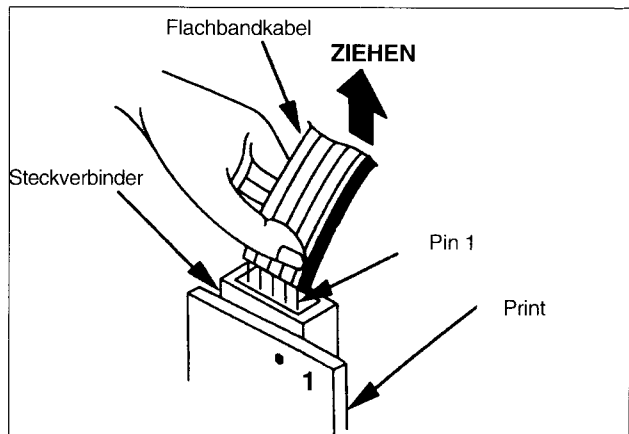

Abb. 1-3
Originalkabel mit Markierung „O“ bei Audio / CTL-Kopf (Abb. 1-3).
Kabel vorsichtig herausziehen, ohne die einzelnen Leiter zu beschädigen (siehe Abb. 1-3).
- Flachbandkabel so positionieren, daß die Striche auf dem Kabel mit den Stiften (Pins) des Steckverbinders übereinstimmen (siehe Abb. 1-3).